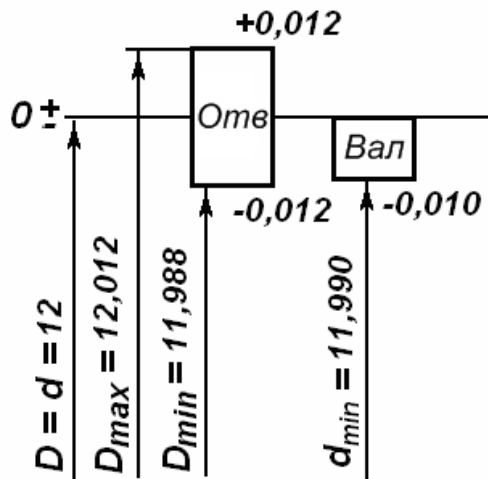

Рис. 1.10. Ескіз до запитання 68.
68. За наведеною схемою полів допусків отвору і вала (рис. 1.10) знайти, які будуть у з'єднанні зазори S_{max} і S_{min} або натяги N_{max} і N_{min} і допуск посадки $ТП$.